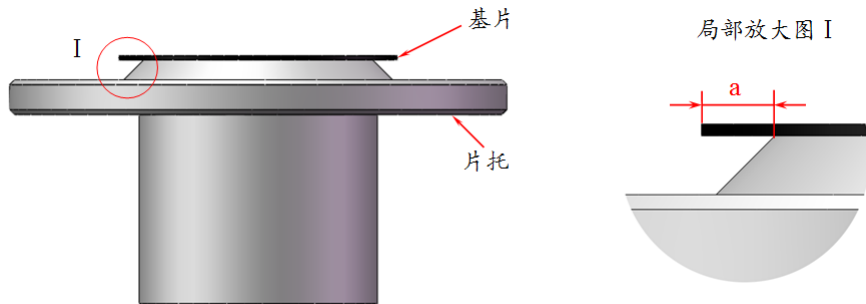

图 12 放片要求示意
2. 片托：选择合适的片托(参照图 12)插入到匀胶机光码盘上。
将要匀胶的基片放置于片托上（见图 12）；